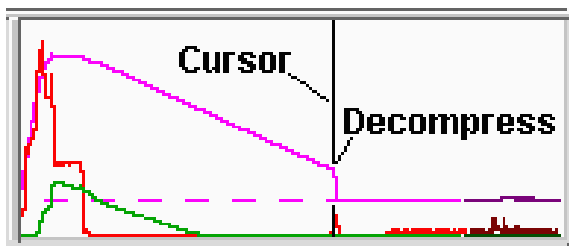

Figura 9. Muestra de gráfico de ciclo con descompresión configurada.
- Mire las curvas de presión de inyección y de volumen y coloque el cursor al principio exacto de la descompresión. Si hay alguna descompresión configurada, la curva se verá similar al gráfico de la Figura 9.